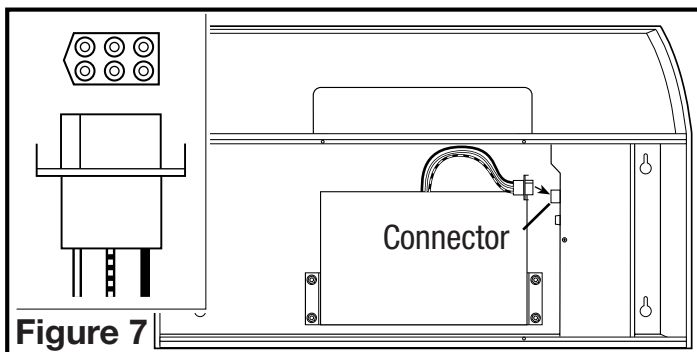

Figure 7
3. Branchez le ventilateur au connecteur approprié sur le côté du compartiment de fils. Le branchement ne pourra se faire que dans un seul sens (Figure 7).
1. Pour remplacer la fusible, tournez vers la droite le dessus de la fusible localisée à côté du fil conducteur et tirez. Remplacez avec une fusible de 125 volts, 1-1/2 ampères max. Remettez la fusible dans son emplacement (Figure 7).